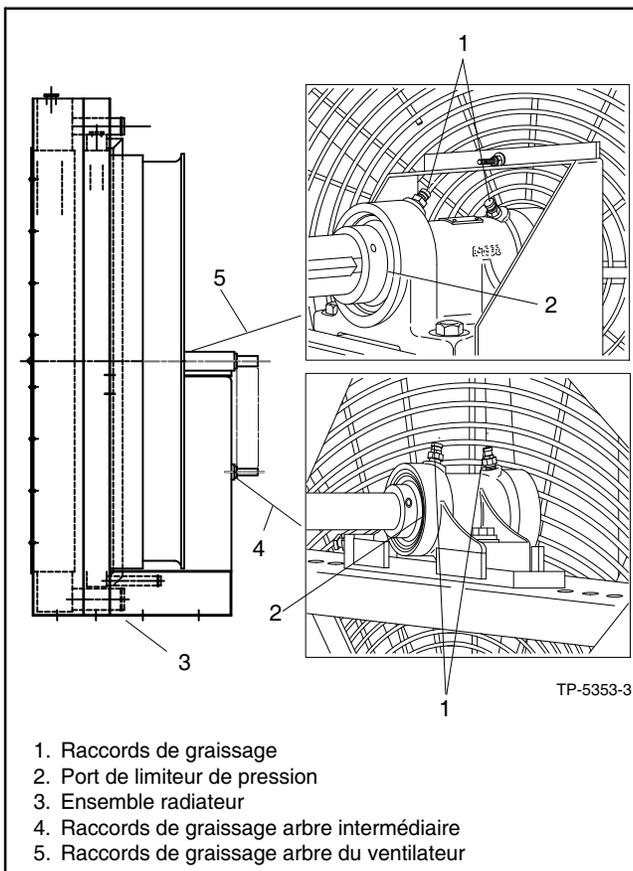

Figure 3-14 Paliers du ventilateur de radiateur et Ports de limiteur de pression, Typique
- Injecter la graisse dans les deux paliers sur le bloc de l'arbre du ventilateur et les deux paliers sur le bloc de l'arbre intermédiaire en utilisant un pistolet graisseur jusqu'à ce qu'une colonne de graisse de 3-6 mm (0,13-0,25 po) apparaisse au niveau du port de limiteur de pression du palier. Voir Figure 3-14.